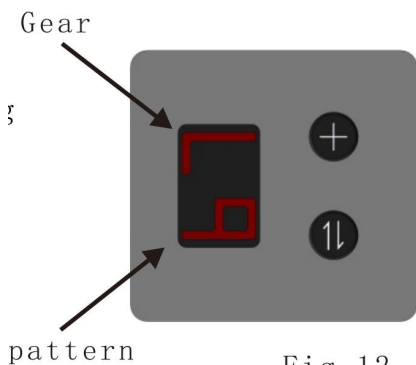

Fig. 12
-Vérifier l'aspect de la face de fusion par friction (référence Figure 12) qui doit être uniforme et plate. Si la surface n'est pas bonne, vérifiez le réglage du temps de fusion par friction (voir 6.3.Section 3).